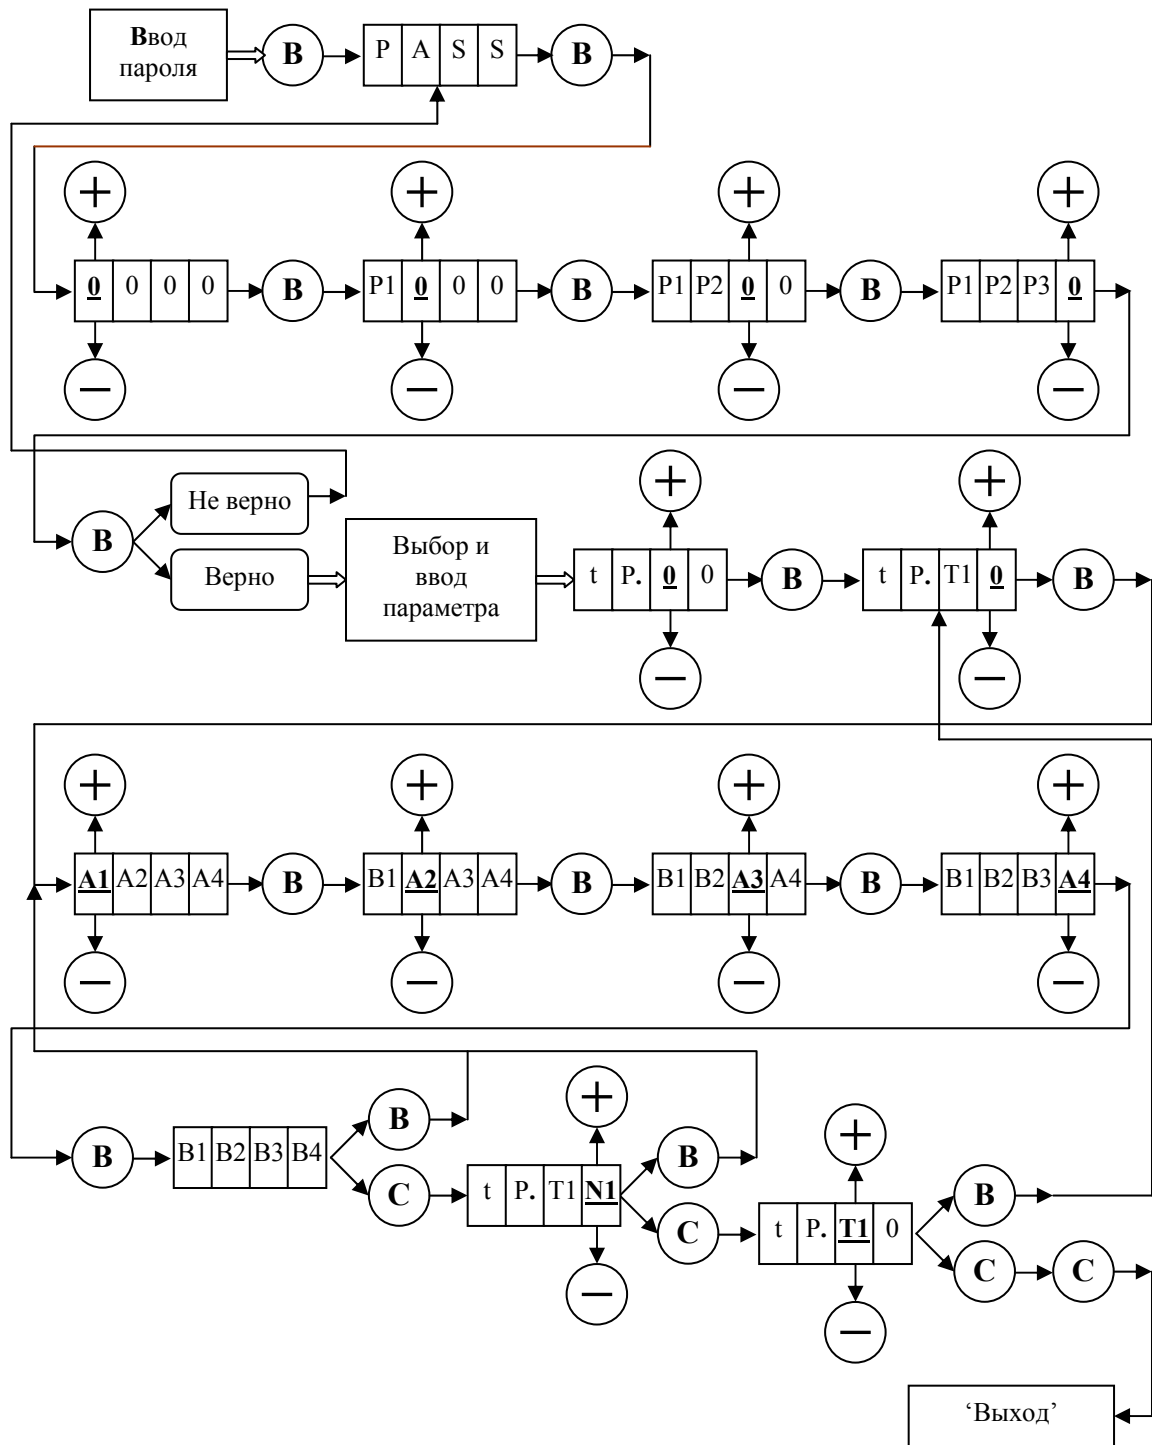

Рис. 3. Ввод параметров ЭД и УСНА с помощью клавиатуры.
3.5.6.9. **Un_P** – пункт меню 1 уровня – редактирование параметров *Устройства*. Этот пункт меню подробно рассмотрен при описании режима ‘*Редактирование параметров УСНА*’. Диаграмма ввода параметров *Устройства* аналогична диаграмме ввода параметров ЭД и изображена на **рис.3**.
3.5.8.3. На **рис. 3** изображена диаграмма ввода параметров с помощью клавиатуры, где кружки с соответствующими надписями обозначают кнопки клавиатуры, причем буква **В** обозначает **ВВОД**, а буква **С** – **СБРОС**.